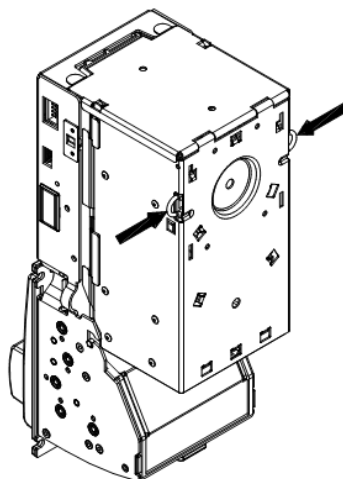

Рисунок 16
- для снятия накопителя купюр необходимо нажать обе выступающие дуги защелок у задней стенки накопителя и отвести накопитель от купюроприемника (рисунок 16);